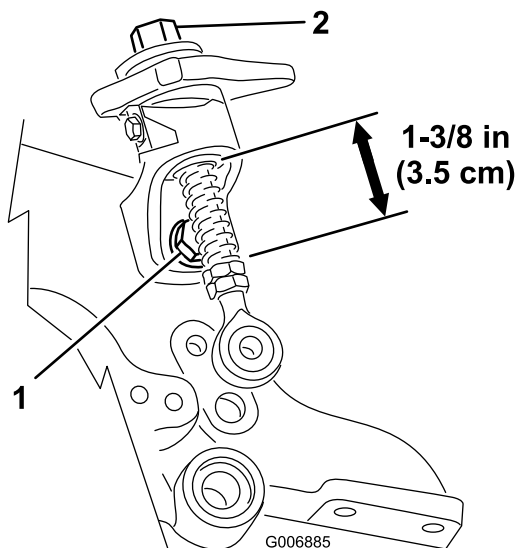

Figura 27
2. Allentate il bullone di montaggio rapido e accertate che la barra filettata sia allineata e non fissata alla rampa inferiore di sollevamento rapido (Figura 27) Serrate i bulloni.
3. Controllate la lunghezza delle molle di sollevamento rapido sulle barre filettate, che dovrà essere di 3,5 cm; fate riferimento a (Figura 27).
4. Se la manopola di regolazione dell'altezza non ruota liberamente, la boccola potrebbe essere sporca (Figura 27). Pulite la boccola, se necessario.